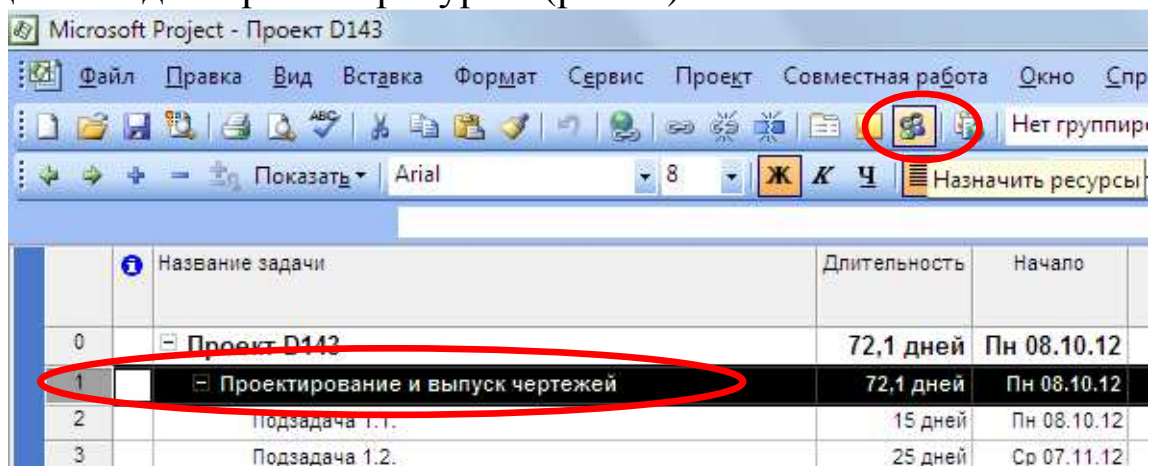

Рис. 5 – Вызов диалогового окна **Назначение ресурсов**
7. В представлении **Gantt Chart** (Диаграмма Ганта) щелкнуть по кнопке **Assign Resources** (Назначить ресурсы) на панели инструментов **Standard** (Стандартная). Появится диалоговое окно **Assign Resources** (Назначить ресурсы), в котором отображаются все созданные для проекта ресурсы (рис. 5).